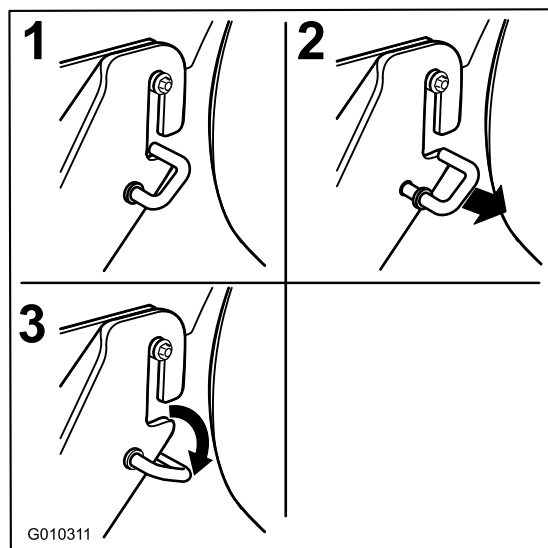

Figura 74
- Extraiga los ganchos a resorte de las ranuras de los soportes de las pletinas de suspensión en cada lado de la carcasa (Figura 74).